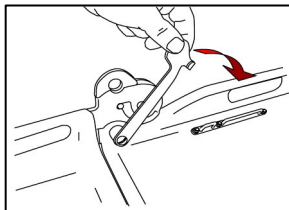

Figure 18
- Rabaissier et bloquer le levier de verrouillage, selon les étapes des figures 18 à 20 suivantes :